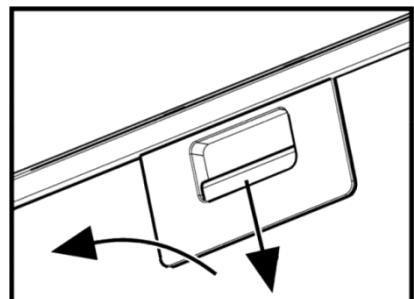

Рис.6
8.6 Для зняття алюмінієвого фільтру (**рис.6**) слід натиснути на пружинну засувку і, потягнувши на